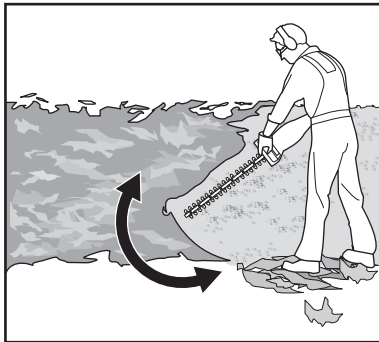

Fig. 7
2. S'assurer que la poignée arrière (8) est verrouillée sur l'une des cinq positions prédéfinies, plutôt que dans les autres positions intermédiaires.
4. Toujours tenir fermement le produit avec une main sur la poignée avant (3) et l'autre main sur la poignée arrière (8). Ne jamais utiliser la machine avec une seule main.
6. Commencer par couper les deux côtés à partir du bas en remontant jusqu'au sommet. Cela empêche les débris de coupe de tomber dans la trajectoire du matériau qu'il reste à couper (Fig. 7).